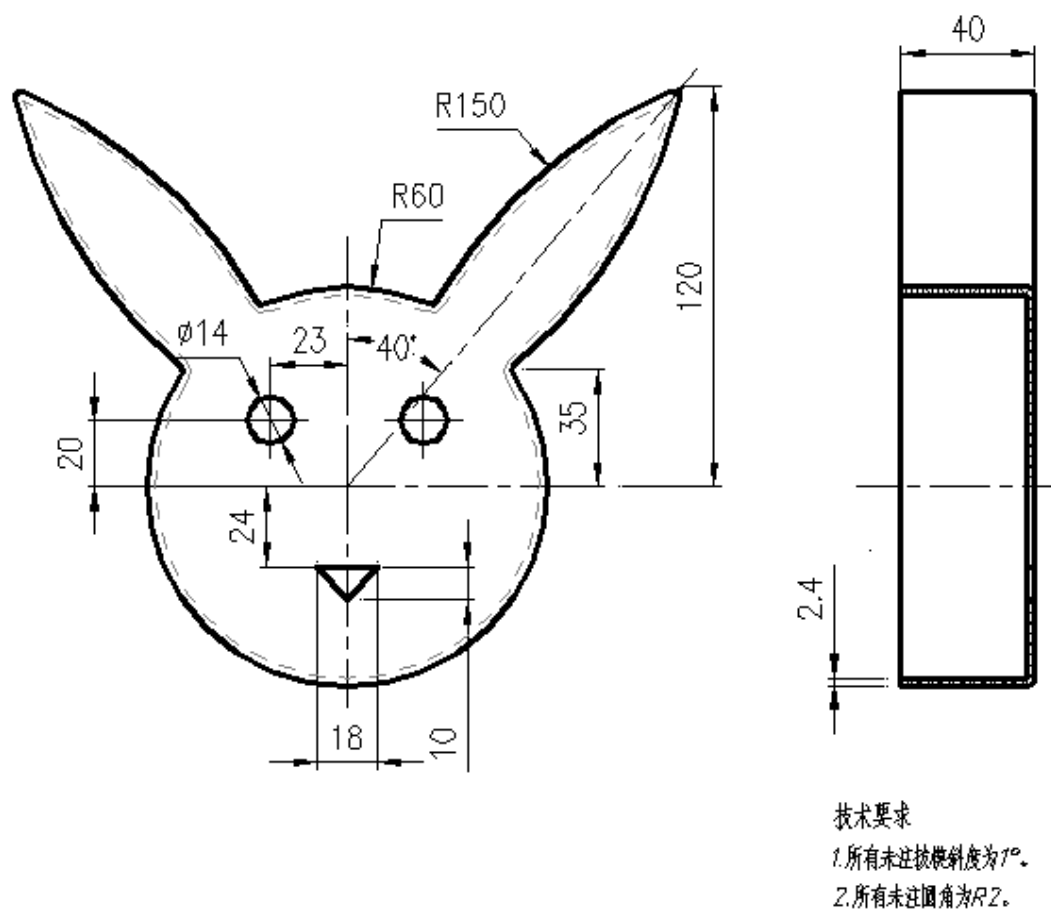

图 2-2 兔脸玩具
按照图2-2的要求，进行兔脸玩具塑件造型及注射模具型腔、型芯零件设计。
- (1) 在F盘下建立考生文件夹，文件夹名称为考生准考证号，塑件三维造型及型腔、型芯设计所完成后的文件都存于此文件夹中。
- (2) 根据图2-2对该塑件进行三维造型设计，文件名称为3DSJ。
- (3) 完成该塑件的注射模具型腔、型芯零件设计，一模两穴。
- (4) 分模文件名称为SJFM，型腔（cavity）和型芯(core)。